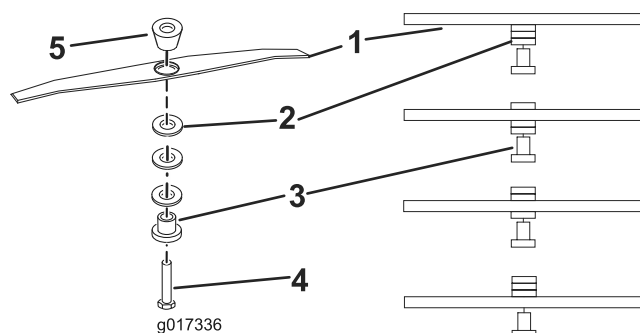

Figura 13
5. Intercale os espaçadores até obter a altura desejada, em seguida, instale a unidade de corte como mostrado na Figura 13.